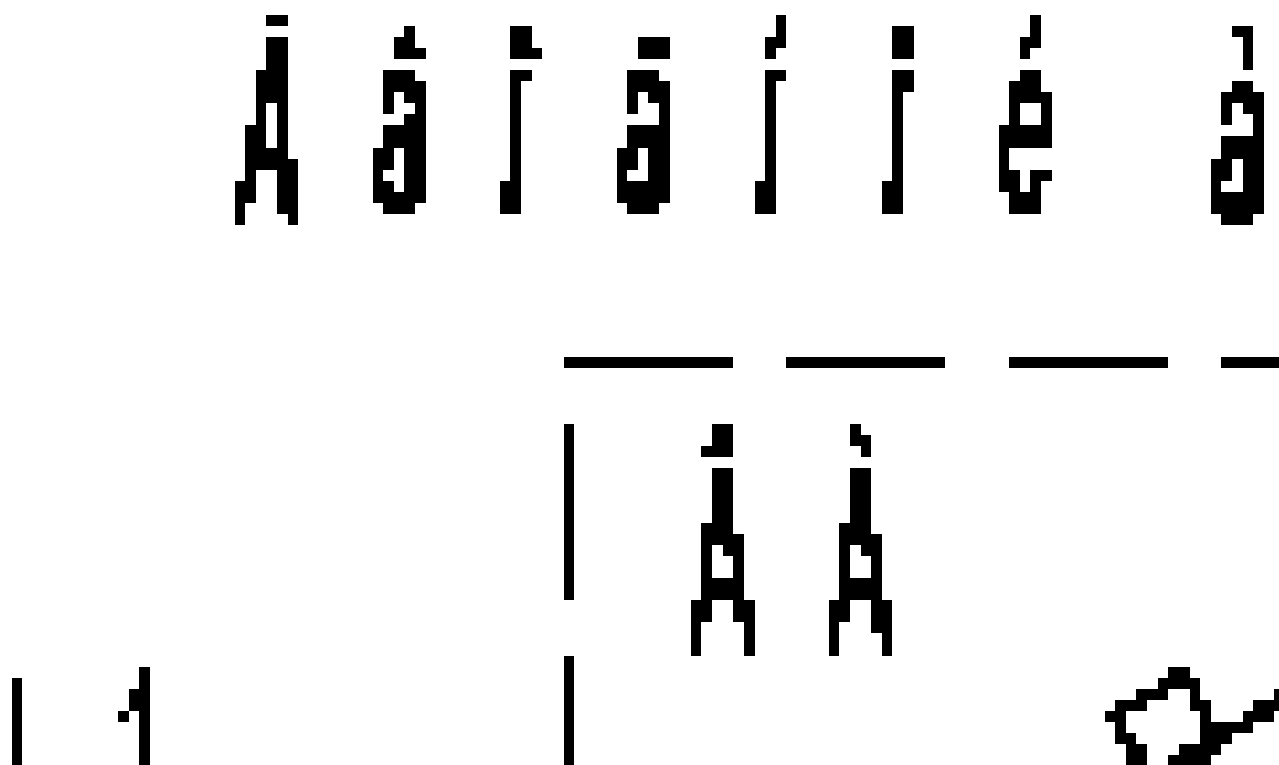

Рисунок 3. Схема электрическая принципиальная аквадистиллятора электрического Liston A 1104
4.2.2.1. Подключение аквадистиллятора к сети производится с помощью вводного автоматического выключателя ВА (Рисунок 3 , Рисунок 4), устанавливаемого потребителем и предназначенного для защиты от перегрузок и коротких замыканий электрических цепей напряжением до 500 В переменного тока, оперативных включений и отключений указанных цепей, выбирается из расчета установки по току срабатывания $10I_n$ (где I_n -номинальный ток).